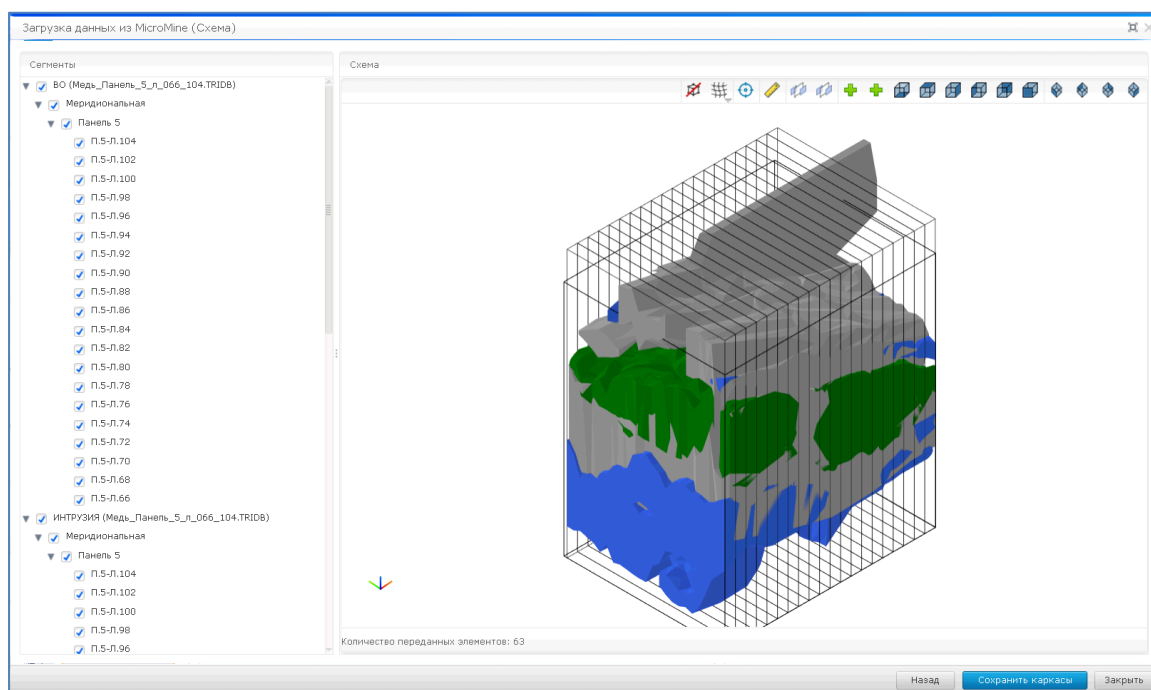

Рисунок 6. Сохранение каркасов
10. Откроется диалоговое окно «Схема» с возможностью выбора загружаемых слоев. Нажать на кнопку «Сохранить каркасы» (Рисунок 6).